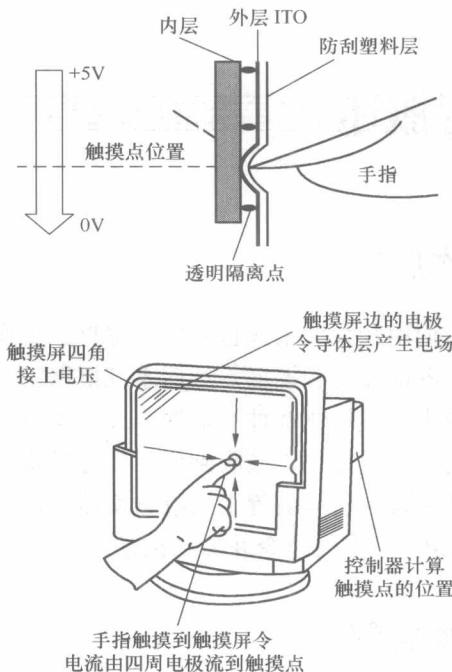

图 1-1 电阻式触摸屏结构示意图
电阻式触摸屏的屏体部分是一块与显示器表面相匹配的多层复合薄膜，由一层玻璃或有机玻璃作为基层，表面涂有一层透明的导电层，上面再盖有一层外表面硬化处理、光滑防刮的塑料层，它的内表面也涂有一层透明导电层，在两层导电层之间有许多细小（小于千分之一英寸^①）的透明隔离点把它们隔开绝缘，如图 1-1 所示。当手指触摸屏幕时，平常相互绝缘的两层导电层就在触摸点位置有了一个接触，因其中一面导电层接通 Y 轴方向的 5V 均匀电压场，使得侦测层的电压由零变为非零，这种接通状态被控制器侦测到后，进行 A/D 转换，并将得到的电压值与 5V 相比，即可得到触摸点的 Y 轴坐标，同理得出 X 轴的坐标，这就是所有电阻式触摸屏共同的最基本的原理。电阻式触摸屏的关键在于材料。它根据引出线数多少，分为四线、五线、六线等多线电阻式触摸屏。电阻式触摸屏在强化玻璃表面分别涂上两层 OTI 透明氧化金属导电层，最外面的一层 OTI 涂层作为导电体，第 2